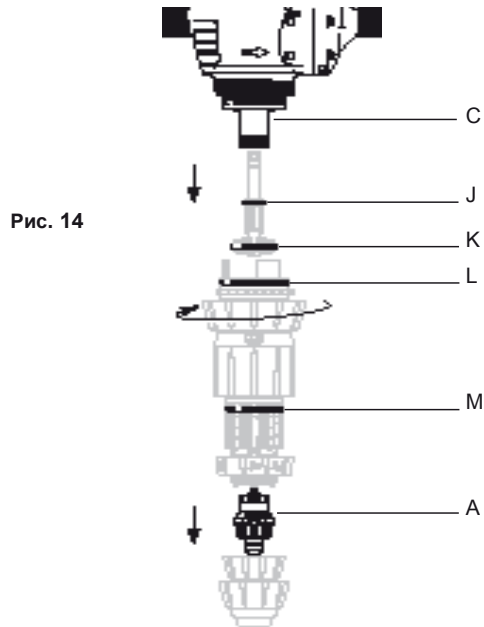

Рис. 14
- Замените изоляционные детали (**Рис. 14-С**) прокладки (**Рис. 14-J/K/L/M**) и всасывающий клапан (**Рис. 14-А**).